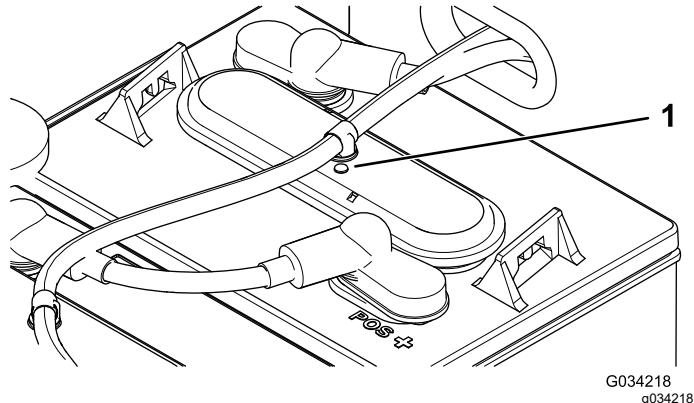

Figure 36
3. Sur chaque batterie, vérifiez si la pastille est noire ou blanche (Figure 36).